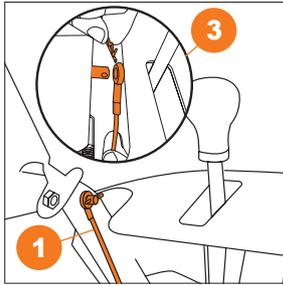

Рис. 4.1
- Присоедините тросы - левый **1** (привода хода) и правый **2** (привода шнека) к соответствующим рукояткам панели оператора (Рис. 4.1, 4.2).
- Закрепите трос с помощью шплинта **3** (Рис. 4.1, 4.2).